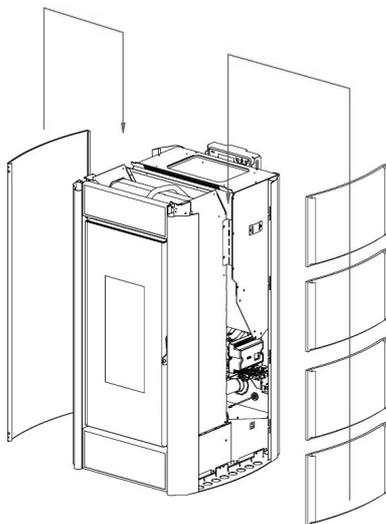

Fig. 35 - Einsetzen der Seiten
- Die Seiten in ihre Führungen einsetzen und sie langsam bis ganz nach unten absenken (siehe **Fig. 35**).